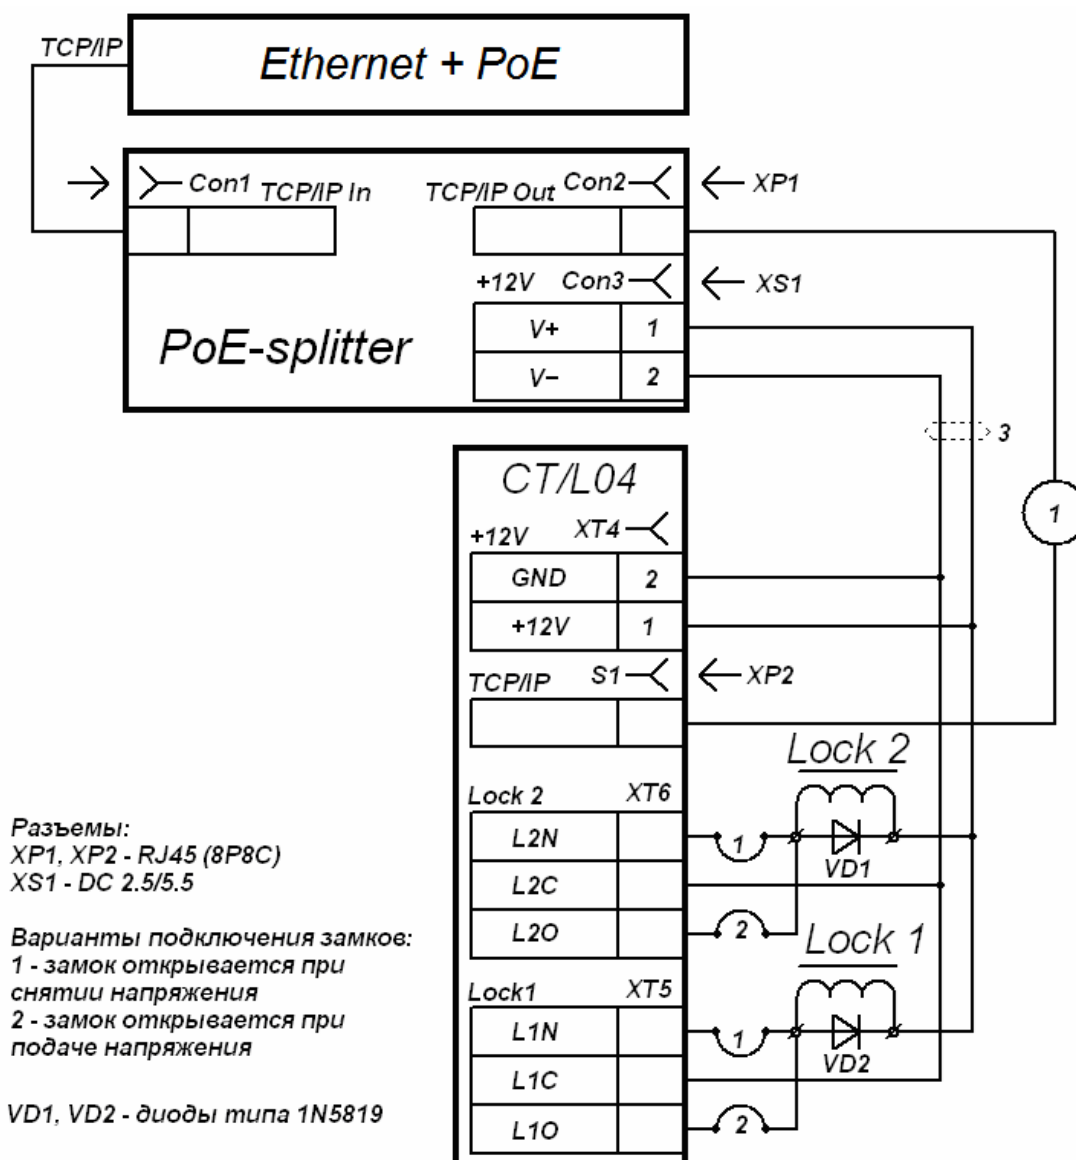

Рисунок 14. Схема подключения контроллера в вариантах конфигурации «Контроллер управления дверьми» (Lock 1, Lock 2 – замки).
При подключении замков установка диодов искрозащиты **VD1, VD2** (см. рис. 14), типа 1N5819 – **ОБЯЗАТЕЛЬНА!** Использование супрессоров вместо диодов искрозащиты – **ЗАПРЕЩЕНО!** Рекомендуется использовать только электромеханические замки.
3. Подключите цепи питания контроллера и управляемого им ИУ к разъему **Con3** сплиттера. Схемы подключения приведены на рис. 14, 15 (штекер для подключения к разъему входит в комплект поставки сплиттера).